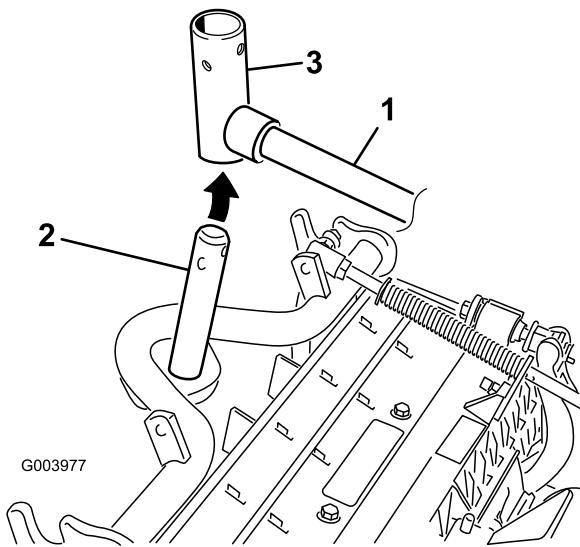

Figura 8
- En el caso de las unidades de corte delanteras, deslice una unidad de corte debajo del brazo de elevación mientras coloca el eje del bastidor de tiro en la horquilla de pivot del brazo de elevación (Figura 8).
- B. Introduzca la horquilla del brazo de elevación en el eje del bastidor de tiro (Figura 8).